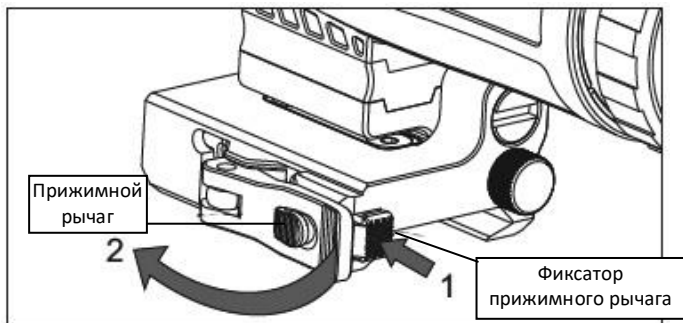

Рис. 5
- 1) Нажмите на прижимной рычаг вперед и откройте его, как показано на Рис.5.